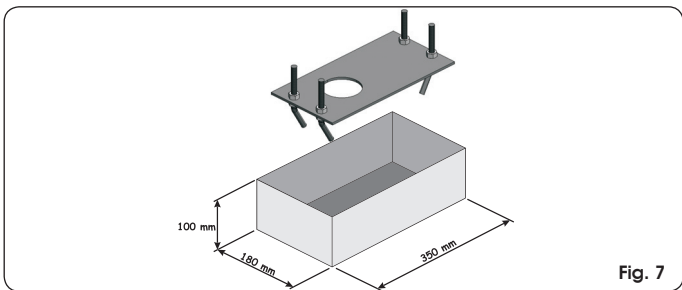

Fig. 7
3. Einen Fundamentsockel laut Abb. 7 herstellen, die Gründungsplatte einmauern und dabei eine oder mehrere Kabelführungen für den Durchgang der elektrischen Kabel vorsehen. Mit einer Wasserwaage sicherstellen, dass die Platte perfekt eben ist. Abwarten, bis der Zement abbindet.